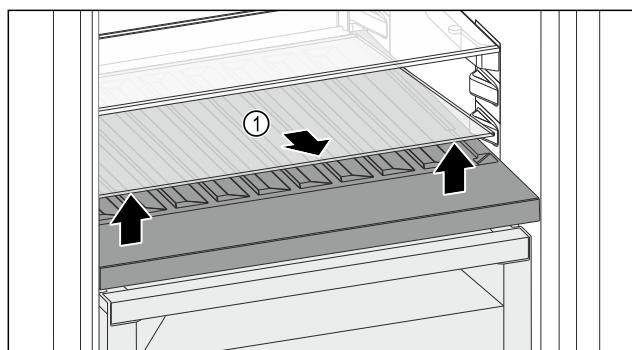

Fig. 124
- Glasplatte *Fig. 124 (1)* an der Aussparung vorne anheben und herausnehmen.
- Glasplatte *Fig. 124 (1)* außerhalb des Geräts sicher aufbewahren.